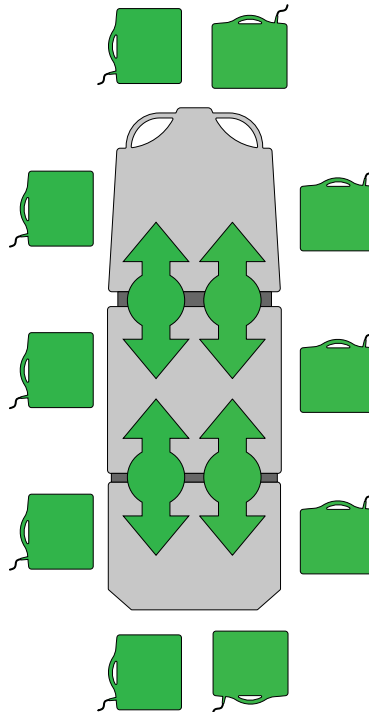

Figura 30 – Inserção ou remoção de cassetes de raios X na opção Prime X
1. Centre o doente no produto com as etiquetas de indicação da posição situadas em todos os lados do produto (Figura 30).